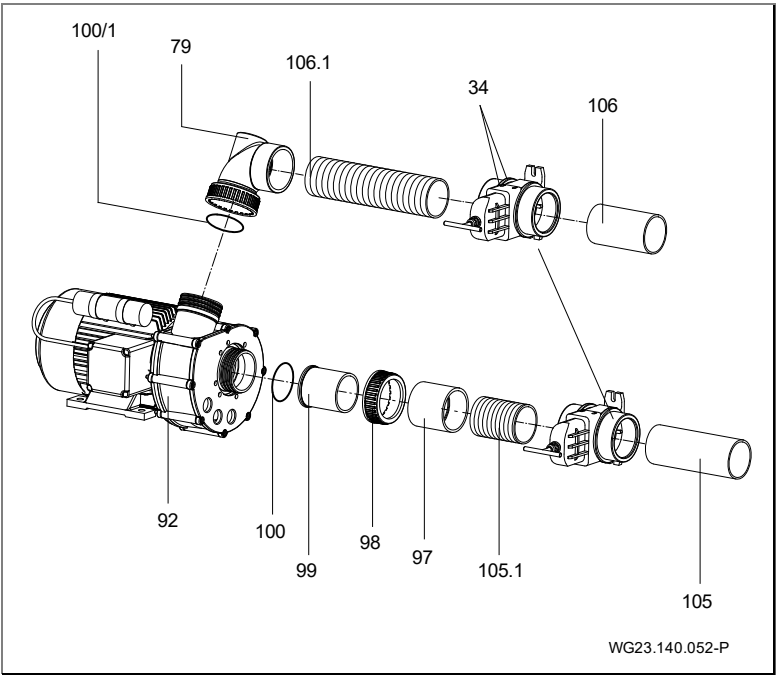

Abb. 21
13. Jet-Pumpe (92) saugseitig mit flexiblen Saugrohr (105.1), Muffe (97), Verschraubung (98, 99) und druckseitig mit flexiblen Druckrohr (106.1) und Spezialreduzierwinkel (79) anschließen beziehungsweise verkleben. (Abb. 21)